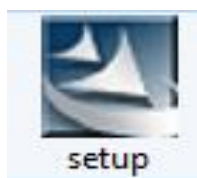

图 18
3.1 找到光盘中“ITV\_Bluesoleil”文件夹，然后双击打开，在文件夹中找到并双击“Set up”，如图 18。